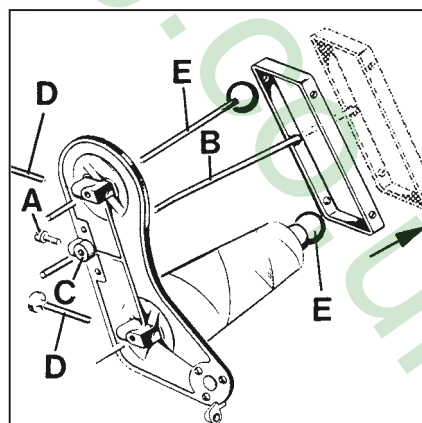

Fig.3
Loosen screw (A, Fig. 3) and set thread rod (B) so that its lower end is flush with the underside of thread cone support (C). Retighten screw (A).
Suelte el tornillo (A, Fig. 3) y ajuste la varilla del hilo (B) de manera que ligeramente roce la parte inferior del soporte del porta conos (C). Ajuste de nuevo el tornillo (A).
Loosen thumb screw(s) (D, Fig. 3) in the thread cone support, pull out the spool pin(s) (E) and remove the empty thread cone(s).
Afije los tornillos (D, Fig. 3) del soporte del porta conos, saque los pasadores (E) y retire el cono de hilo vacío.